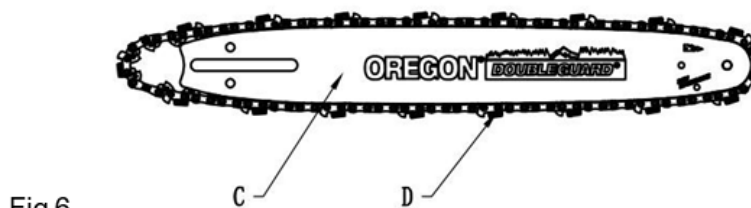

Fig 6
3. Monte a corrente (D) e a barra (C) como indicado na Fig. 6. (Certifique-se de que os dentes estão a apontar na direção correta.)